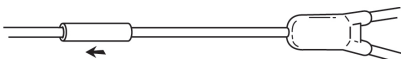

Fig. 8
8. Schuif de manchet over de naad (fig. 8).